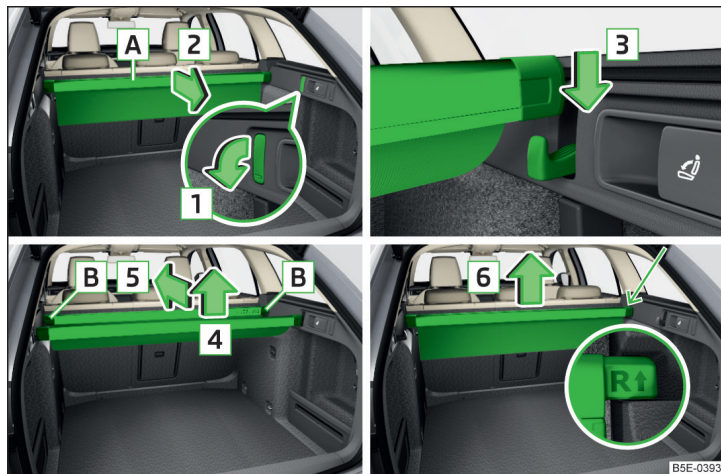

Fig. 141 Poche multifonctionnelle : Retirer/monter/insérer/enlever
- Rabattez vers le bas les crochets avant sur les deux côtés du coffre à bagages dans le sens de la flèche **1** » fig. 141.
- Retirez la barre arrière des crochets dans le sens de la flèche **4** et insérez le sac dans le sens de la flèche **5** » fig. 141.
- Retirer la poche multifonctionnelle des logements en procédant dans le sens de la flèche **6** » fig. 141.